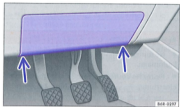

Fig. 164 Côté conducteur dans le tableau de bord ; cache de la boîte à fusibles.
- Insérez un objet plat adéquat, par ex. un tournevis, dans les évidements ⇒ fig. 164 (flèches) et retirez le cache avec précaution en faisant levier.